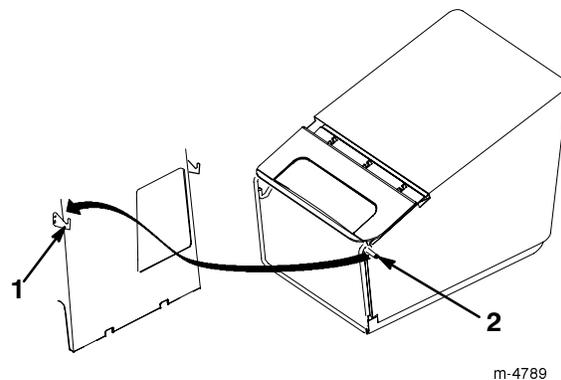

Bild 16
5. Hängen Sie die Fangkorbrahmenstifte in den Haken am Chassis ein, siehe Bild 16.
4. Haken Sie die Fangkorbrahmenstifte aus den Haken am Chassis und der Öffnung aus, siehe Bild 16.